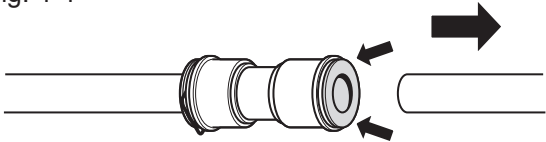

Fig. 4-5
1. Afloje el tornillo de la cubierta de la bisagra y retírela (Fig. 4-5). Desconecte todos los cables a excepción del cable de toma de tierra.